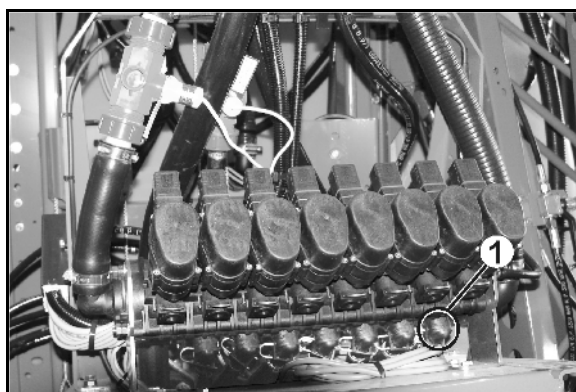

Fig. 179
1. Retirar todos os tubos de pulverização das válvulas de secção (Fig. 179/1).
1. Retirar um tubo de pulverização da válvula de secção (Fig. 179/1).